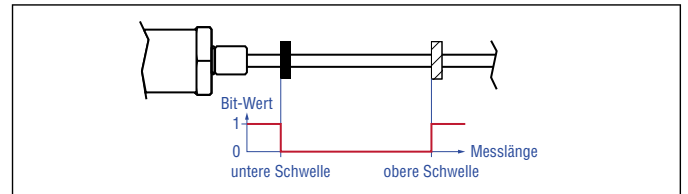

Abb. 72: Schaltpunkte bei der R-Serie V PROFINET mit Linear-Profil
- **Sensor status 2:** Dieses Modul zeigt das Überschreiten und das Unterschreiten einer oberen bzw. einer unteren Schwelle an. Die Schaltpunkte markieren den Beginn bzw. das Ende eines Arbeitsbereichs (work area) (Abb. 72). Entsprechend Abb. 73 wird der Status der Schaltpunkte über die Bits 0 und 1 dieses Moduls angezeigt. Das Auslesen dieser Statuswerte ist auf Seite 53 beschrieben.